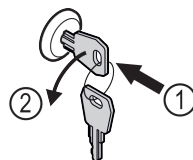

Fig. 162
- Schlüssel hineindrücken. Fig. 162 (1)
- Schlüssel um 90° gegen den Uhrzeigersinn drehen. Fig. 162 (2)